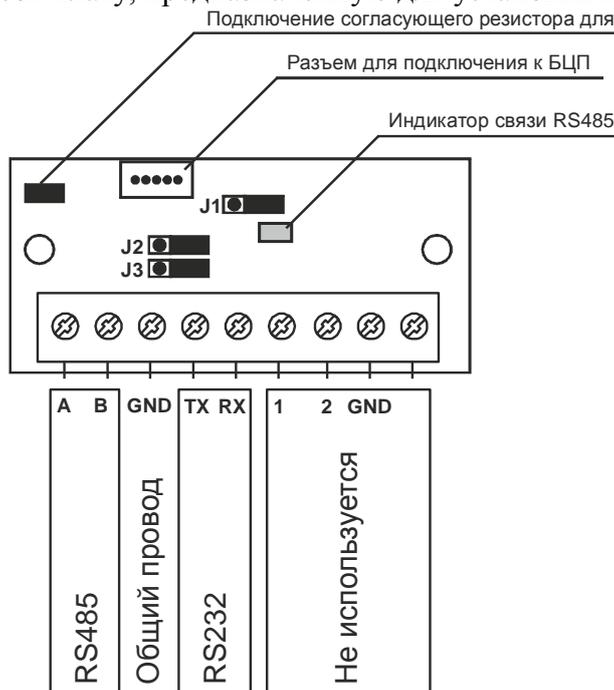

Рис. 1 Внешний вид БИ-01
БИ-01 представляет из себя плату, предназначенную для установки внутри корпуса БЦП (Рис. 1).
- Если БЦП является последним устройством в линии связи, установить переключку, подключающую согласующий резистор (Рис. 1)